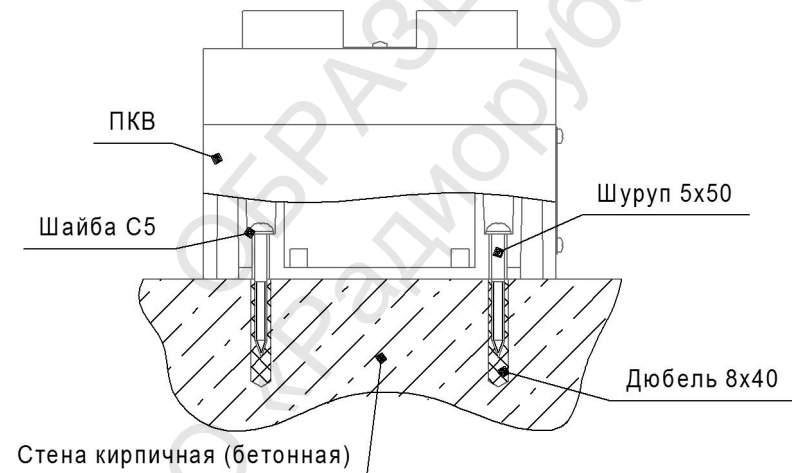

Рис. 3 – Монтаж изделия на кирпичную или бетонную стену
- разместить и закрепить изделие на необходимой высоте в соответствии с требованиями проектной документации, с помощью комплекта монтажных частей РР.292.06.010 (см. рис. 3).